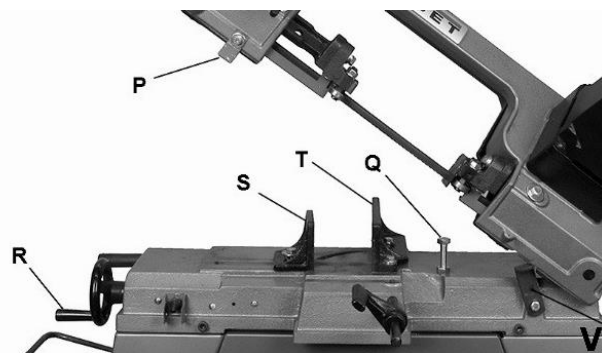

Рисунок 14
Если отрез сделан, но полотно не остановилось, переместите защёлку (P, Рисунок 14) вниз.
Вращение маховика (R, Рисунок 14) открывает и закрывает тиски.
3. Поднимите раму и закрепите её опорной пластиной (V, Рисунок 14).